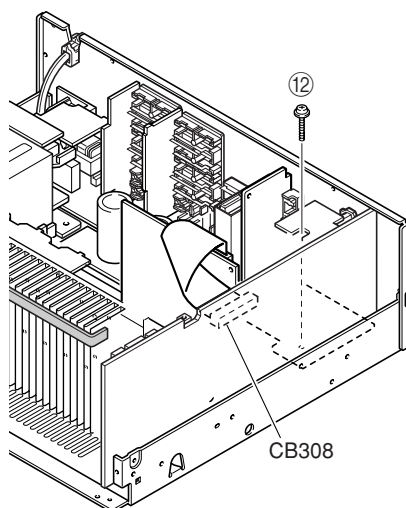

Fig. 5
5. Removal of FUNCTION (1) ~ (6), POWER (8) P.C.B.s and Tuner
- Remove CB308. (Fig. 5)
- Remove 1 screw (12). (Fig. 5)
- Remove FUNCTION (1) ~ (6), POWER (8) P.C.B.s and the Tuner. (Fig. 5)
5. FUNCTION (1) ~ (6)、POWER (8) P.C.B.、TUNERの外し方
- CB308を外します。(Fig. 5)
- 12のネジ1本を外します。(Fig. 5)
- FUNCTION (1) ~ (6)、POWER (8) P.C.B.、TUNERを取り外します。(Fig. 5)